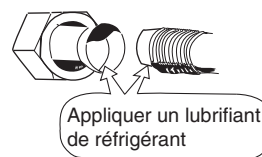

Fig. 5-4
- (1) Appliquer un capuchon d'étanchéité ou un ruban étanche pour empêcher la pénétration de poussière ou d'eau dans les tubes avant qu'ils ne soient utilisés.
- (2) Appliquer toujours un lubrifiant de réfrigérant (ou de l'huile) sur la surface de l'évasement avant de procéder aux raccordements de la tuyauterie. Faire attention à ne pas laisser de l'huile sur la surface de la vis. Ceci est efficace pour la réduction des fuites de gaz. (Fig. 5-4)